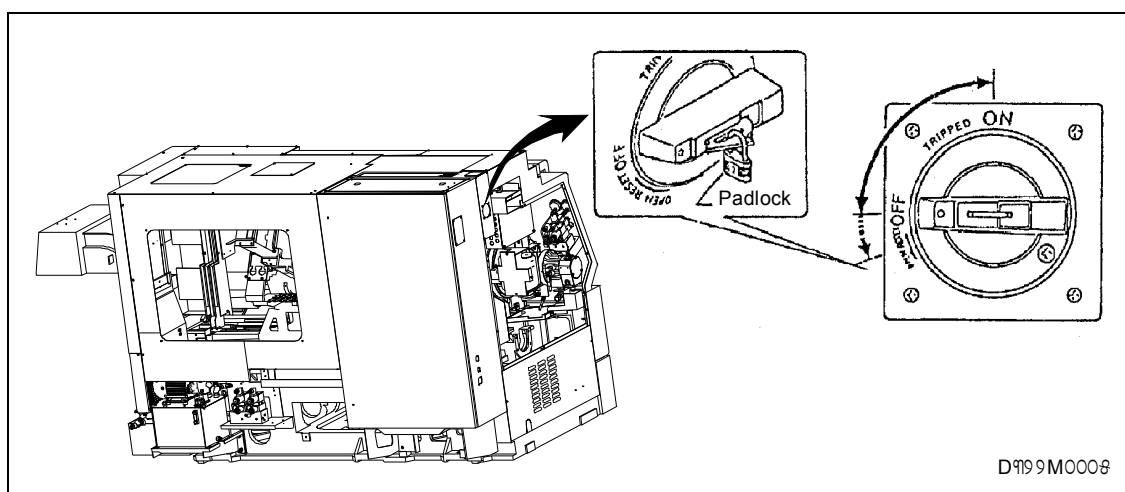

Fig. 4-1 Главный выключатель станка
- Питание станка не отключается, даже при открытии дверцы электрошкафа. Во время проверки или ремонта внутри электрошкафа, заблокируйте переключатель ON/OFF (ВКЛ/ВЫКЛ) в положении "OFF" (ВЫКЛ) с помощью висячего замка, как показано на Рис. 4-1.